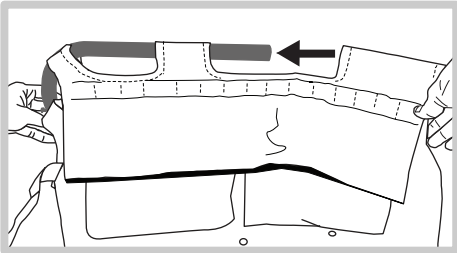

図 2
2. バッグを Big Dummy レールの上にスライドさせて、スリーブがトップレールとまっすぐにしたレッグを覆うようにします。2つの調整可能な Velcro ストラップをボルトで曲げたレッグに配置します (図2、3)